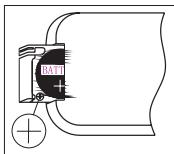

Рис. 2
- Обратите на полярность батареи (см. рис. 2).
2. Устанавливать вытяжку следует над конфоркой. Рекомендованное расстояние между конфоркой и нижним краем вытяжки – для электрических поверхностей - 500 мм, для газовых - 650 мм. (Рис. 2).